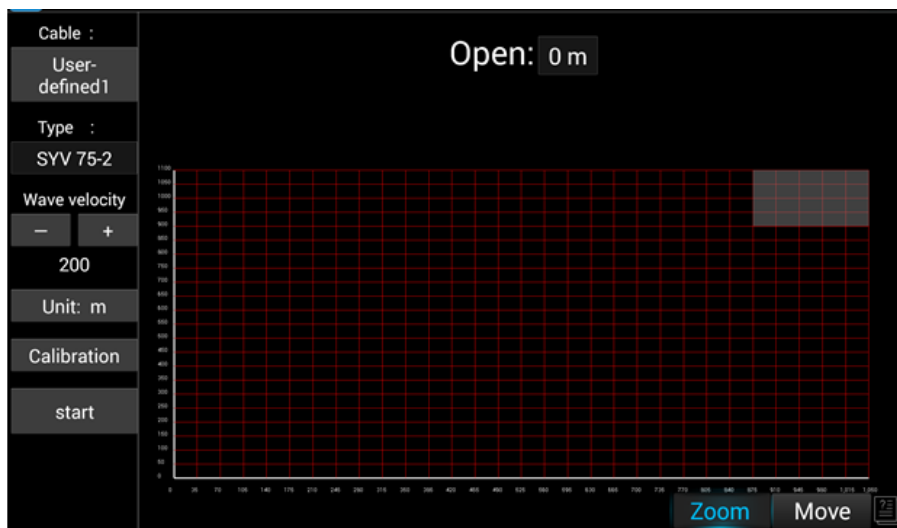

Рис. 130 Выбор типа для тестируемого кабеля
2. В строке Type (Тип кабеля) выберите тип кабеля. Например, для коаксиального кабеля этот параметр будет SYV 75-2, рис. 130